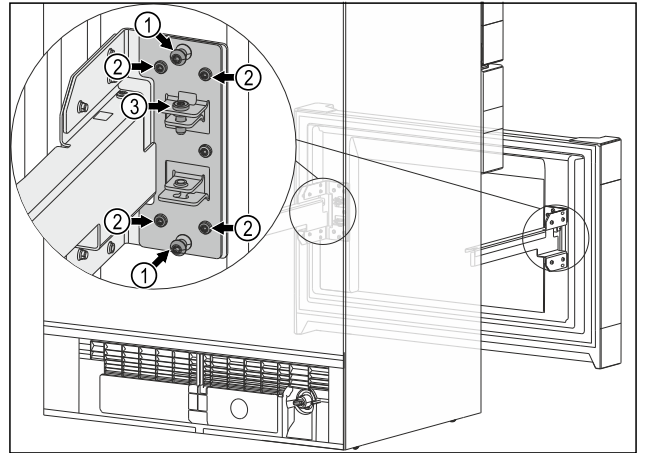

Fig. 13
- ▶ Beide mittleren Schrauben Fig. 13 (1) entfernen.
- ▶ Alle vier Schrauben Fig. 13 (2) lösen.
- ▶ Endposition des Auszugwagens ist erreicht: Alle vier Schrauben Fig. 13 (2) festschrauben.
- ▶ Sie benötigen die mittleren Schrauben Fig. 13 (1) nicht mehr.